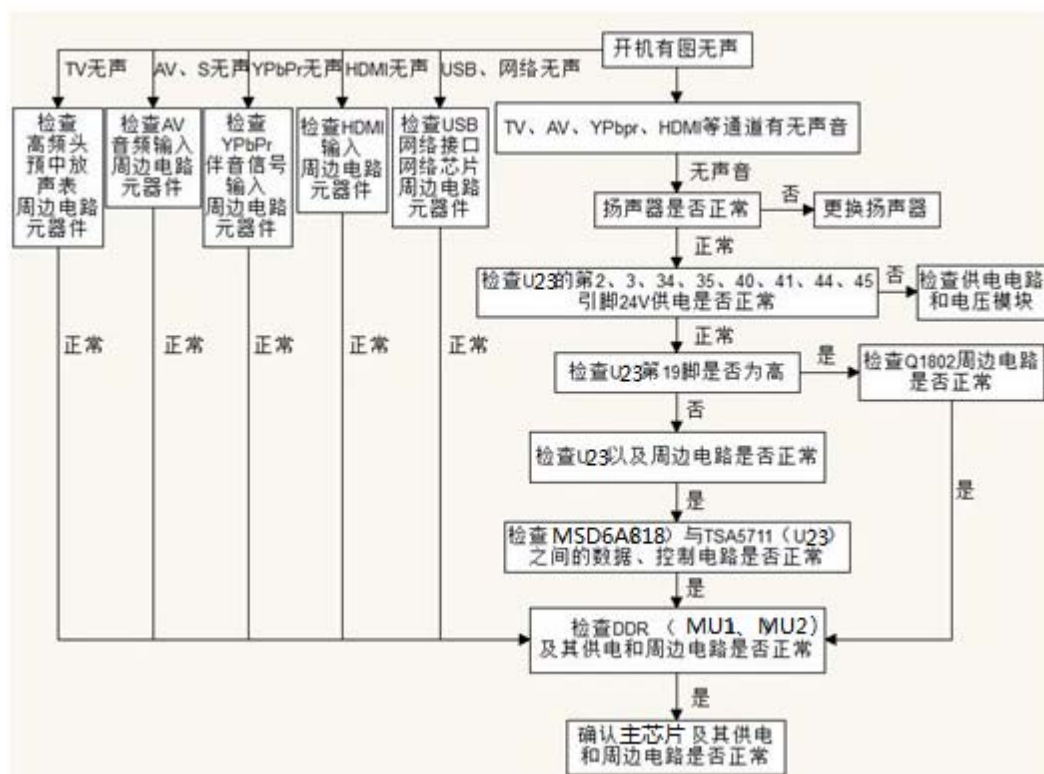

图23 开机有图像无伴音输出维修流程
2) YPbPr输入全彩条信号，在进入主芯片U11的耦合电容C126之后（YPbPr—Pb 部分）的波形如图23所示：